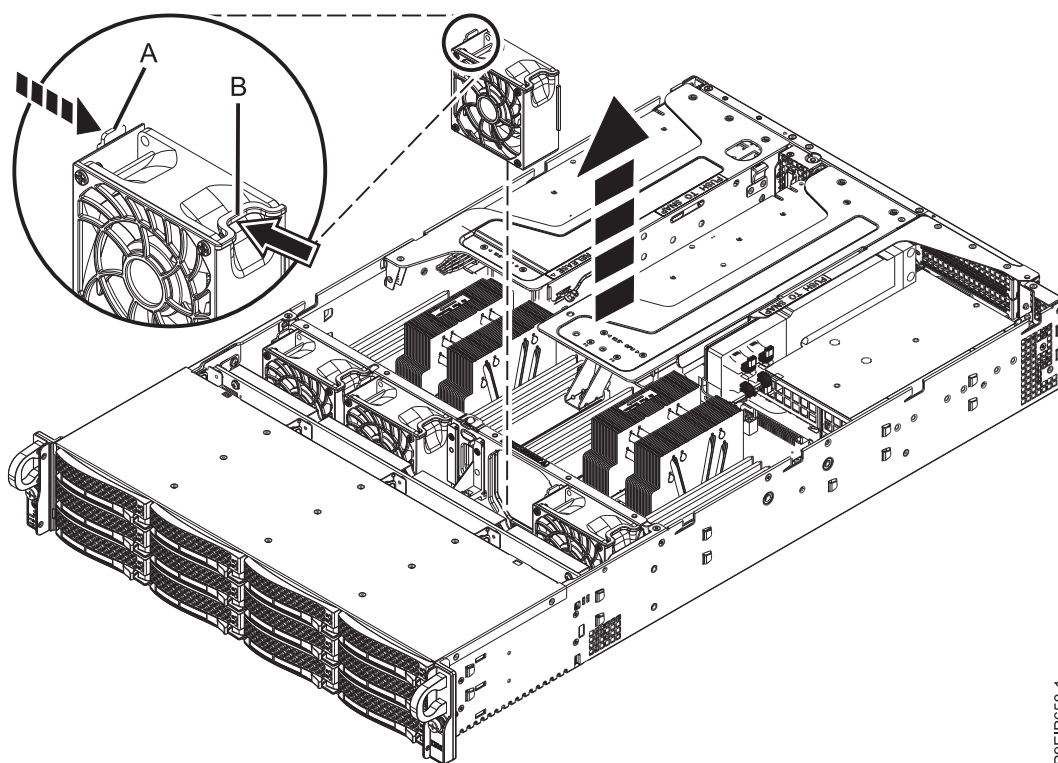

Figura 31. Removendo um ventilador
3. Pressione a trava em **(A)**, segure o ventilador em **(B)** e levante o ventilador do sistema conforme mostrado na Figura 31.